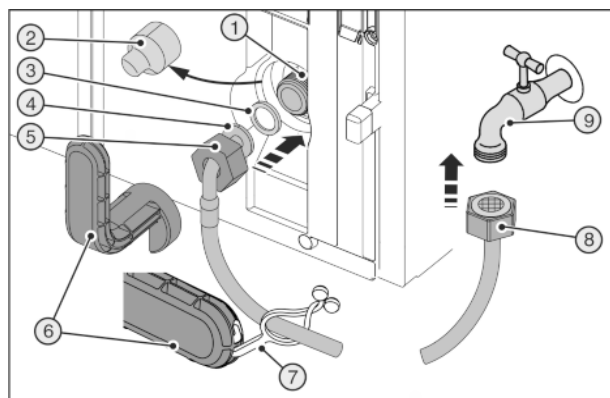
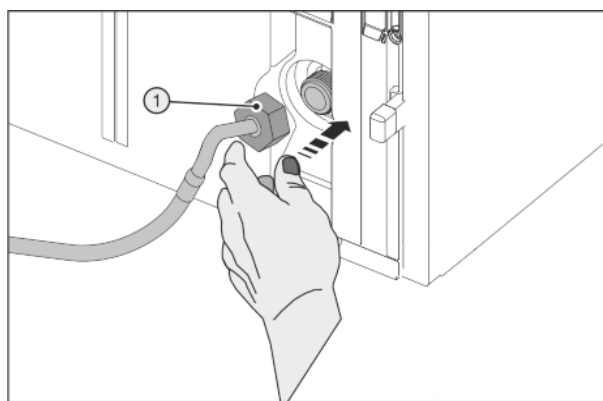

Fig. 48
Fig. 49
Зламаний допоміжний інструмент Fig. 48 (6)! Різані рани.
- ▶ Допоміжний інструмент Fig. 48 (6) використовувати тільки при кімнатній температурі.
- ▶ Зніміть кришку Fig. 48 (2).
- ▶ Полегшений монтаж: Викласти прямий кінець шлангу Fig. 48 (8) ліворуч на землю.
- ▶ Насуньте гайку Fig. 48 (5) до кінця через кінець шлангу, розташований під кутом Fig. 48 (4) та утримуйте.
- ▶ Зволожити прокладку Fig. 48 (3) та втиснути в гайку Fig. 48 (5).
- ▷ Прокладка Fig. 48 (3) прилягає та трохи тримається.
- ▶ Обережно одягти гайку Fig. 49 (1) і накрутити двома пальцями на нарізку до досягнення надійної посадки.
- ▶ Затягувати гайку Fig. 49 (1) за допомогою допоміжного інструменту Fig. 48 (6) за годинниковою стрілкою, доки не буде досягнуто максимального моменту затяжки і допоміжний інструмент Fig. 48 (6) не почне прокручуватися.
- ▶ Накрутити гайку Fig. 48 (8) на запірний кран Fig. 48 (9).
- ▶ Затягувати гайку Fig. 48 (8) за допомогою допоміжного інструменту Fig. 48 (6) за годинниковою стрілкою, доки не буде досягнуто максимального моменту затяжки і допоміжний інструмент Fig. 48 (6) не почне прокручуватися.
- ▶ Відкрийте запірний кран Fig. 48 (9) подачі води та перевірте всю систему подачі води на герметичність.
- ▶ Причепіть накладку Fig. 48 (7) в допоміжний інструмент Fig. 48 (6) і для зберігання закріпіть на шлангу із високоякісної сталі.